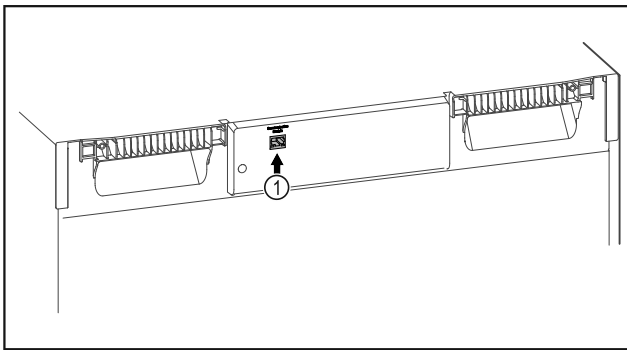

Fig. 130
- SmartModule Fig. 130 (1) установлен.